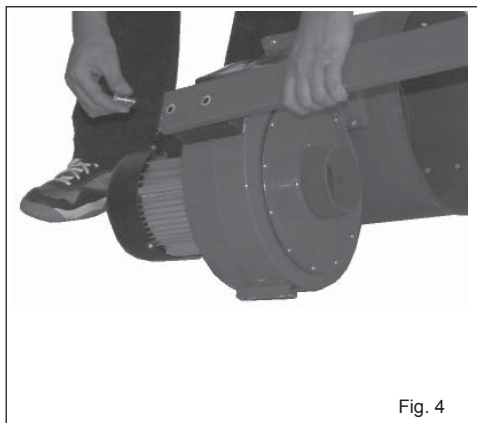

Fig. 4
3. Fissare i due supporti del collettore con sostegni su l'insieme motore utilizzando le viti, le rondelle e i dadi corrispondenti (**Fig. 4**).